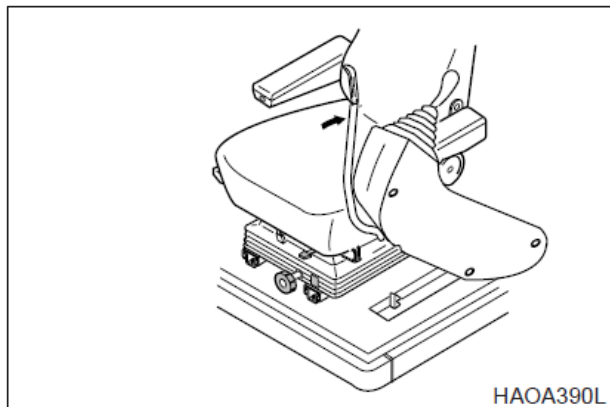

Рис. 106
Покидая машину, необходимо установить рычаг блокировки безопасности в положение блокировки (**LOCK**), рис. 106, в противном случае в результате случайного перемещения рабочих рычагов может произойти серьезная авария.
2. Установить рычаг безопасности в заблокированное положение (**LOCK**), рис. 106.